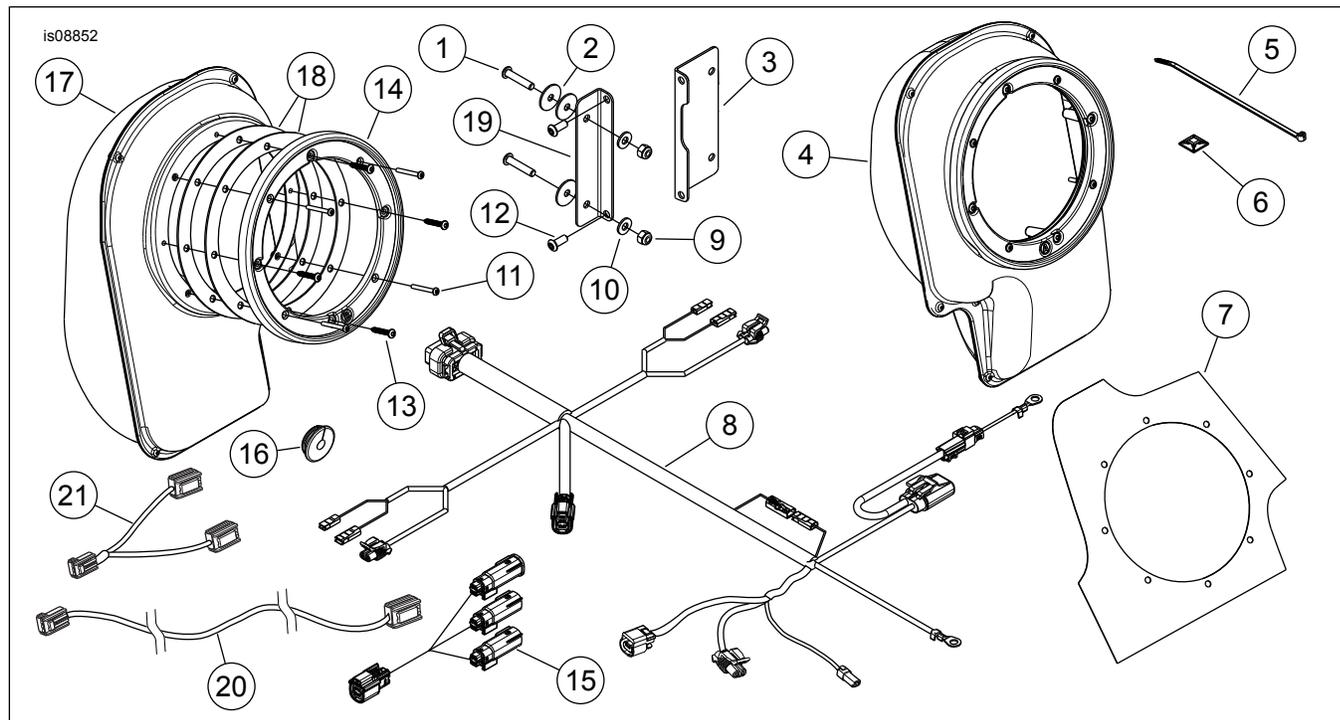

Figura 9. Peças de reposição, kit de instalação de expansão do alto-falante
- a. **Configuração dos 6 alto-falantes Stage I:** instale o chicote de fios [296] diretamente no chicote de fios de 16 pinos (instalado anteriormente através do kit do amplificador da carenagem), localizado atrás do assento do passageiro. **Configuração dos 6 alto-falantes Stage II:** instale o chicote de fios de interconexão de 3 pinos (item 15, Figura 9) no chicote de fios de 16 pinos (instalado anteriormente através do kit do amplificador da carenagem), localizado atrás do assento do passageiro. Instale o chicote de fios [296] no interconector de 3 pinos.